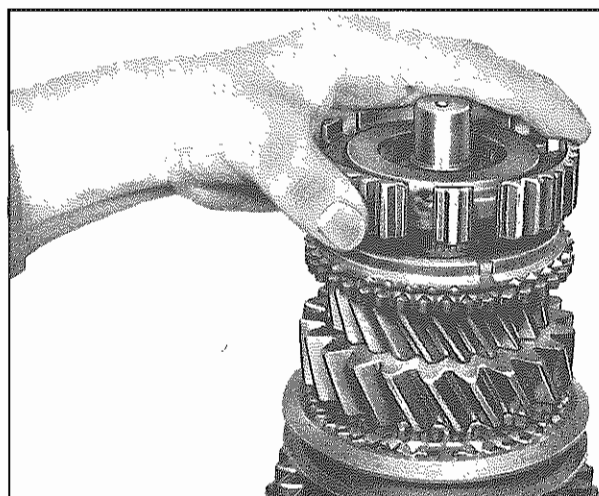

Fig. 36 - Mozzo sincronizzatore
- Riscaldare a circa 80 °C il mozzo sincronizzatore della 4a e 5a marcia (407) e forzarlo nello scanalato a denti triangolari col lato più lungo del mozzo in avanti (Fig. 36). Usare allo scopo anche l'attrezzo speciale .9. Montare un anello elastico d'arresto (403) che alloggi in forza nella cava radiale. L'anello è disponibile negli spessori di 2,3, 2,4 e 2,5 mm.
- Heat synchronizer 4th and 5th gear (407) to approx. 80° C and push onto splining with longer end of hub first (Fig. 36). Use special tool 9. for this purpose, too. Insert one circlip (403) to fit tightly in radial groove. Rings are available 2.3, 2.4 and 2.5 mm thick.